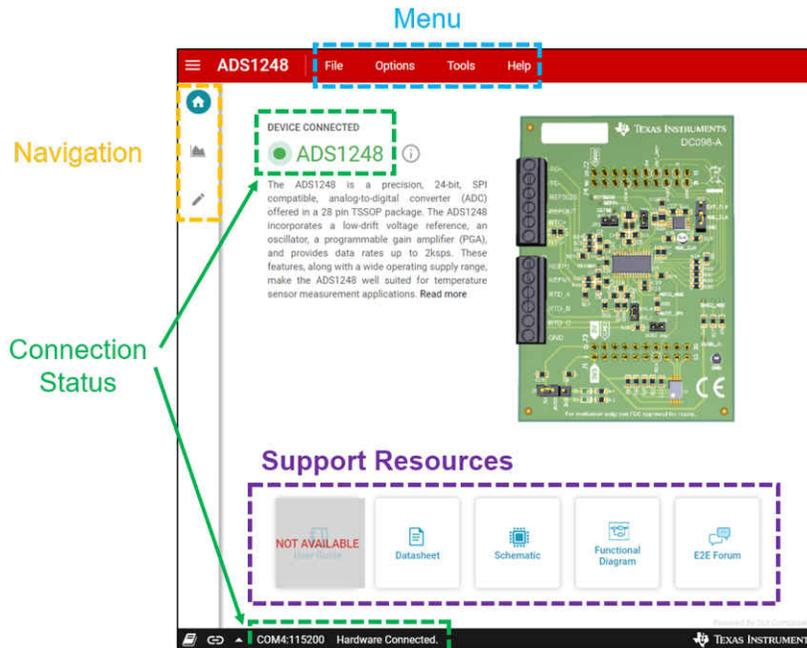

图 4-2. ADS1x48EVM GUI 主页页面
3. 刷新该 GUI 后便会出现一个绿色标志，并在底部状态功能区显示 **Hardware Connected**（硬件已连接）指示标志（请参阅图 4-2）。
Home（主页）页面是 GUI 启动登录页面。**Home**（主页）页面提供了 ADS1x48 的简要概述，包括器件描述和 EVM PCB 的 3D 视图。在图 4-2 中的左上角，以橙色突出显示的是各个 GUI 页面的垂直导航栏，包括：
GUI 顶部的水平菜单栏显示以下菜单选项，这些选项在图 4-2 中突出显示，并且节 4.1.1 中更加详细地介绍了这些选项：
配套资源的快速链接显示在 **Home**（主页）页面的底部。这些链接在图 4-2 中以紫色突出显示，其中包括 EVM 用户指南、原理图和 ADC 数据表。最后，成功连接的 EVM 会在左上角显示为 **Device Connected**（器件已连接），并在状态功能区中显示为 **Hardware Connected**（硬件已连接）。这两个指示标志都在图 4-2 中以绿色突出显示。